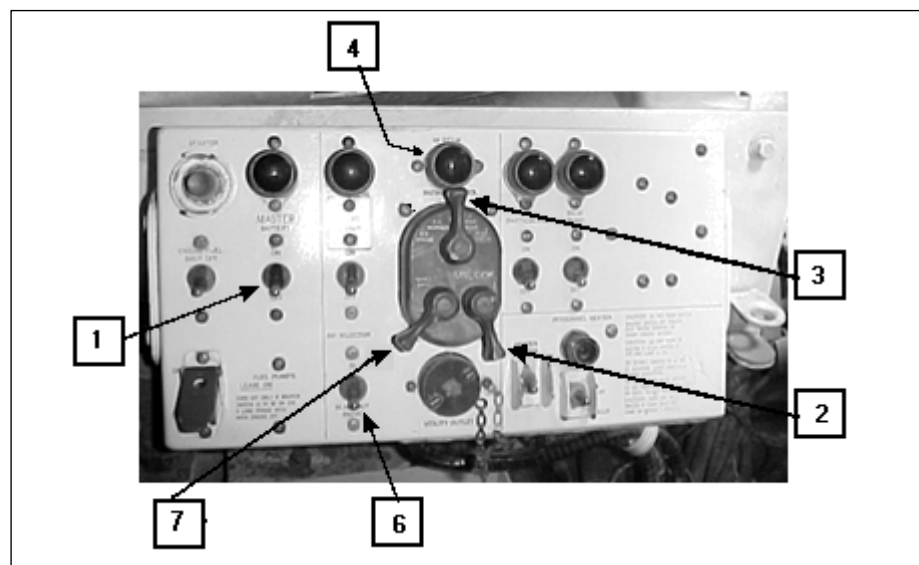

Fig 3-9. Comandos de luzes do painel principal do motorista
a. Luzes de serviço.(Fig 3-9)
(1) Colocar a chave geral das baterias (1) em ligado.
(2) Levantar a chave UNLOCK.
(3) Colocar a chave ligado/desligado (ON-OFF) (3) para SER DRIVE.
(4) O indicador de luz alta (4) acenderá se os faróis estiverem com luz alta.
b. Luz traseira de freio.(Fig 3-9)
- (1) Ligar a chave geral das baterias (1).
- (2) Levantar a chave UNLOCK (2).
- (3) Colocar a chave ligado/desligado (ON-OFF) (3) em STOP LIGHT.
- (4) Para desligar a luz de freio, colocar a alavanca ligado/desligado (ON-OFF) (3) em desligado.
- (5) Desligar a chave geral das baterias (1).
c. Marcador de luz de escurecimento total.(Fig 3-9)
- (2) Colocar a chave ligado/desligado (ON-OFF) (3) em BO MARKER.
- (3) Para desligar a luz, colocar a chave ligado/desligado (ON-OFF) (3) em desligado.
- (4) Desligar a chave geral das baterias (1).
d. Luzes de direção em luz de escurecimento total. (Fig 3-9)
- (2) Colocar o interruptor do seletor de BLACKOUT (6) para BLACKOUT DRIVE.
- (3) Levantar a chave UNLOCK (2).
- (4) Colocar a chave ligado/desligado (ON-OFF) (3) em BO DRIVE.
- (5) Para desligar a luz, colocar a chave ligado/desligado (ON-OFF) (3) em desligado.
- (6) Desligar a chave geral das baterias (1).
e. Faróis Infravermelhos (Fig 3-9)
- (2) Colocar a chave ligado/desligado (ON-OFF) (3) de BO MARKER para BLACKOUT DRIVE.
- (4) Colocar o interruptor do seletor de BLACKOUT (6) em IR.